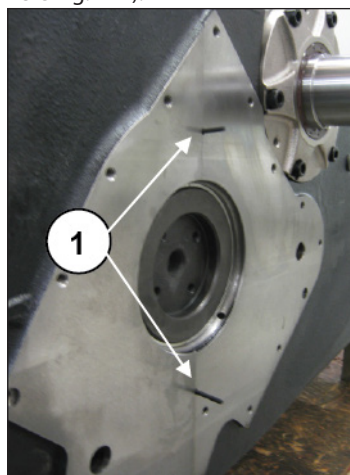
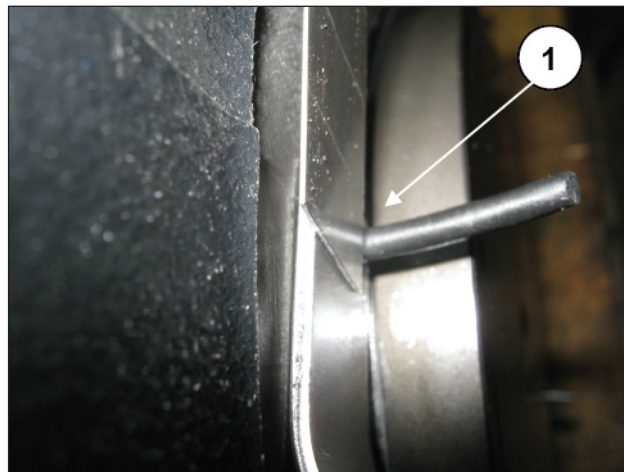

Fig. 113
Fig. 114
Mediante o cortador e a bitola, corte a parte em excesso da vedação OR saindo da linha de junção do cárter dianteiro e traseiro em correspondência à flange do eixo de manivela (pos. ①, Fig. 113 e Fig. 114).